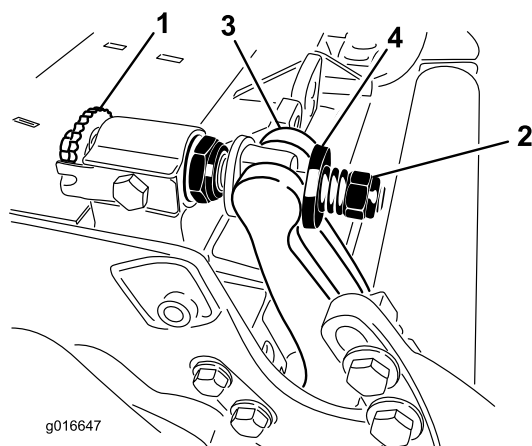

図 28
- ベッドバー調整ねじを左に回してベッドナイフとリールの接触をなくす図 28。
- スプリングテンション・ナットをゆるめて、ワッシャがベッドバーを全く押さないようにする図 28。